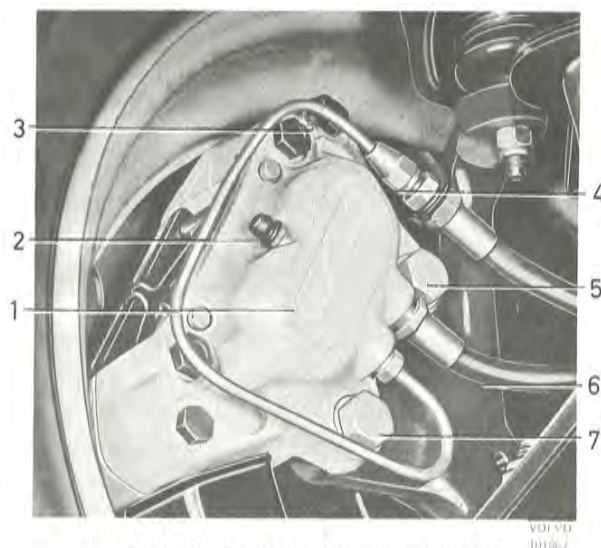
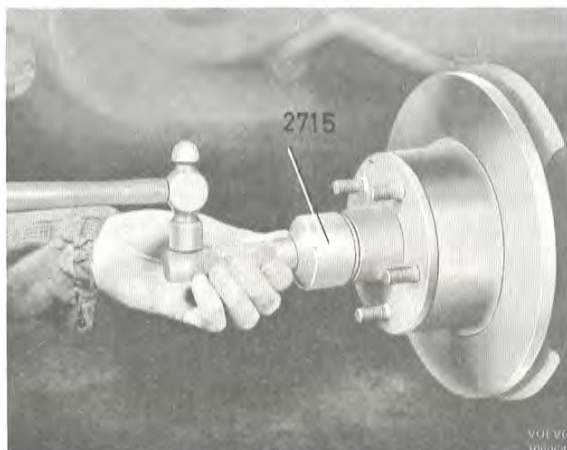

Bild 20. Framhjulsbroms monterad
Bild 21. Demontering av fettkapsel
4. Skruva ur fästskruvarna (5 och 7, bild 20) och demontera bromsoket (1).
5. Demontera fettkapseln med verktyg 2715 enligt bild 21. Ta bort saxpinnen och kronmuttern. Dra av navet med avdragare 2726, bild 20. Dra vid behov av inre lagret från hjulspindeln med avdragare 2722 enligt bild 21.